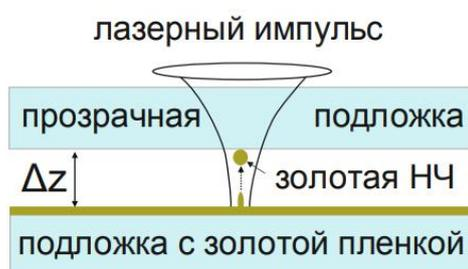

Рисунок 1. Схема метода лазерной печати.
1. Недавно был предложен оригинальный метод создания идеально сферических наночастиц, названный лазерной печатью. Суть метода состоит в облучении тонкой пленки исходного материала (например, металла) фемтосекундным лазерным импульсом (см. рис. 1). Вследствие короткой длительности импульса происходит локальный нагрев и расплавление материала пленки с последующим формированием сферической наночастицы (см. рис. 2а). При правильном подборе энергии лазерного импульса можно добиться отрыва образовавшейся наночастицы от исходной пленки и ее переноса на прозрачную приемную подложку (см. рис. 1 и рис. 2б). Используя рисунок 2, оценить минимальную энергию лазерного импульса, необходимую для осуществления переноса сформированной золотой наночастицы диаметром 200 нм на прозрачную приемную подложку, расположенную над пленкой на расстоянии $\Delta z = 10$ мкм (8 баллов). Плотность золота 19.3 г/см^3 , удельная теплота плавления – 67 кДж/кг , удельная теплоемкость – $129 \text{ Дж/(кг}\cdot\text{К)}$, температура плавления – $1064 \text{ }^\circ\text{C}$. Эксперимент проводится в вакууме, начальная температура золотой пленки 300 К .